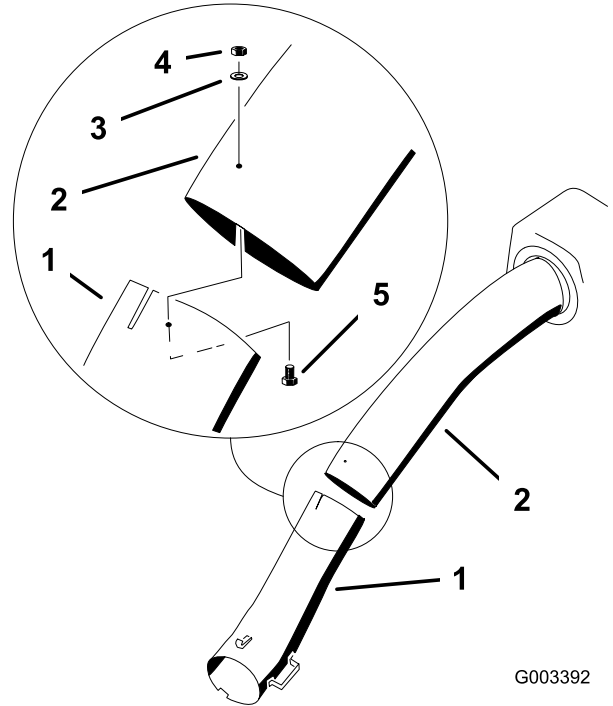

Figura 21
10. Retire los tubos de la máquina y ensamble los tubos superior e inferior usando 3 pernos de cabeza hexagonal con arandela prensada (N° 10 x 3/4"), 3 arandelas planas y 3 contratuercas (N° 10) como se muestra en la Figura 21.